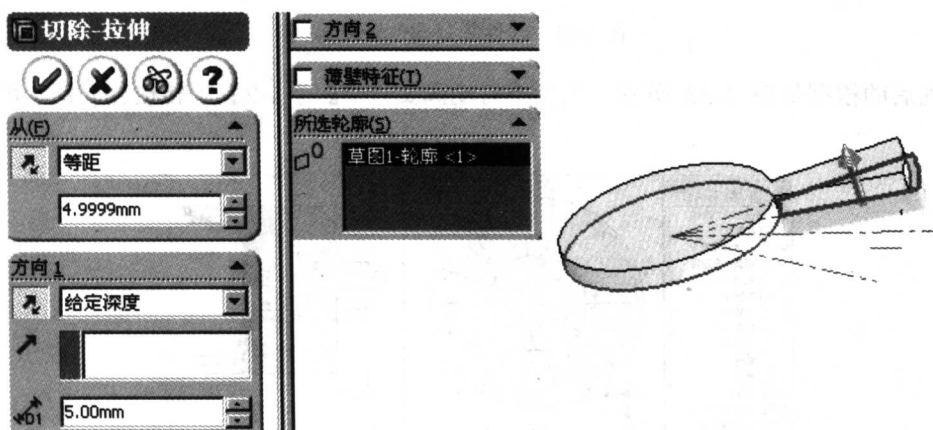

图 1-29 切除拉伸属性管理器
(4) 建立切除拉伸特征。单击特征工具栏上的“切除拉伸”图标按钮, 弹出“切除拉伸”属性管理器, 在绘图区中选择草图 1 绘制的轮廓作为所选轮廓, 在属性管理器中选择切除拉伸的起始位置类型为“等距”, 输入等距距离为 4.9999, 选择反向, 选择切除拉伸类型为“给定深度”, 输入距离为 5, 选择反向, 如图 1-29 所示, 单击“确定”图标按钮.
(5) 建立数值连结。在特征管理器中用鼠标右键单击“注解”, 在弹出的快捷菜单中选择“显示特征尺寸”, 在绘图区中选择 10、10、5、5 四个尺寸值, 选择时按住<Ctrl>键,